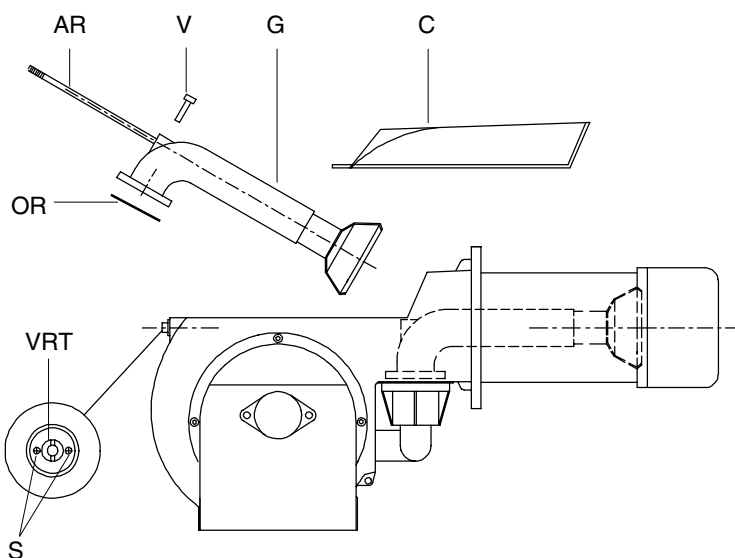

Fig. 34
- Desinstalación control y limpiendaza cabeza de combustión (ver fig. 34)